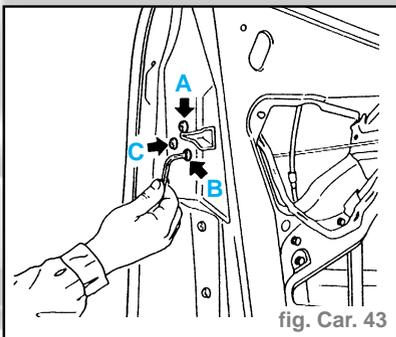

fig. Car. 43
- Dévisser les vis fixant la gâche à la porte (A, B et C) (fig. Car. 43).